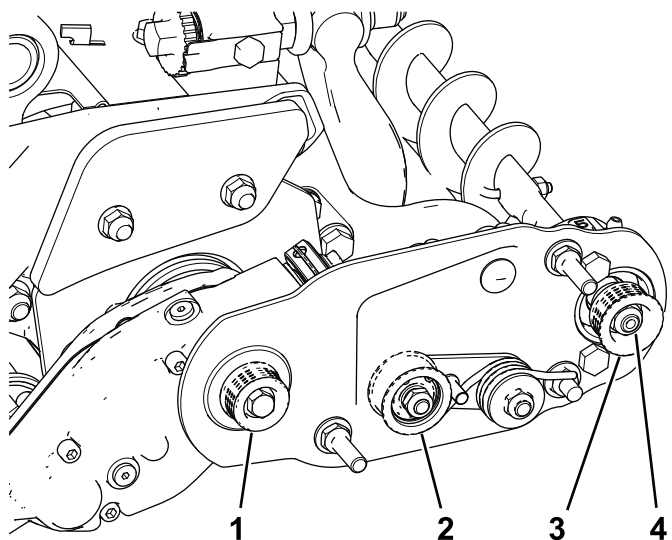
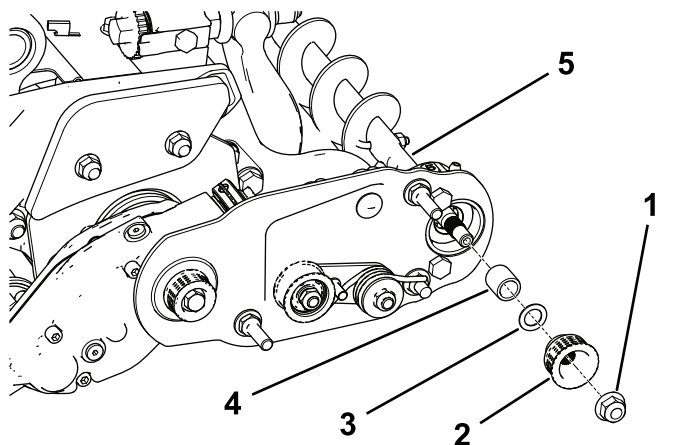

Figura 22
Figura 23
1. La polea arrastrada (en el eje del cepillo del rodillo) puede desplazarse hacia dentro y hacia fuera (Figura 22).
2. Mientras gira del molinete, que hará girar a su vez la polea motriz, haga palanca para retirar la correa de la polea motriz (Figura 22).
3. Retire la contratuerca que sujeta la polea arrastrada al eje del cepillo (Figura 22 o Figura 23).
4. Retire la polea arrastrada del eje (Figura 23).
5. Si es necesario desplazar la polea hacia fuera, añada una arandela de 0,8 mm de grosor (Figura 23).
6. Instale la polea, tal y como se muestra en la Figura 23.